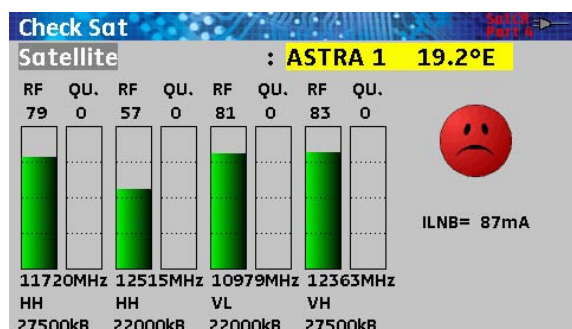
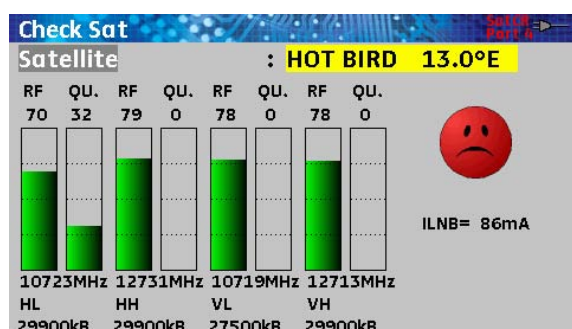

Fig. 46
Fig. 47
Per ogni satellite vengono identificati 4 transponder (uno per ciascuna polarità) sui quali saranno condotte le uscite. Per ognuno dei 4 transponder vengono forniti 2 dati: uno relativo all'intensità del segnale ricevuto (RF) ed uno relativo alla sua qualità (QU). In fig. 46 ed in fig. 47 si può notare che, pur avendo selezionato un satellite diverso, l'istogramma RF segnala comunque un'intensità del segnale, mentre l'istogramma QU, tranne per una frequenza, non segnala qualità del segnale presente. Infatti l'icona rimane rossa, indicando che nessun transponder è stato rilevato. Per essere certi di avere orientato la parabola sul satellite desiderato, occorre che entrambi i dati (RF e QU) diano esito positivo.